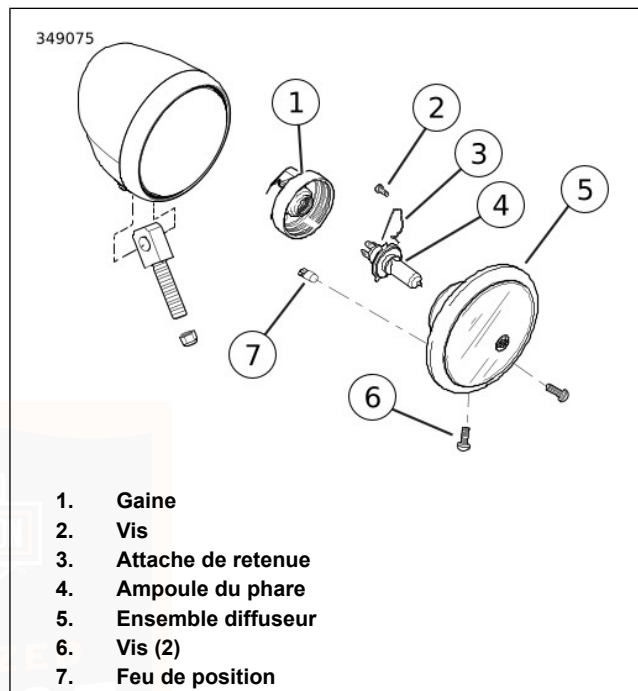
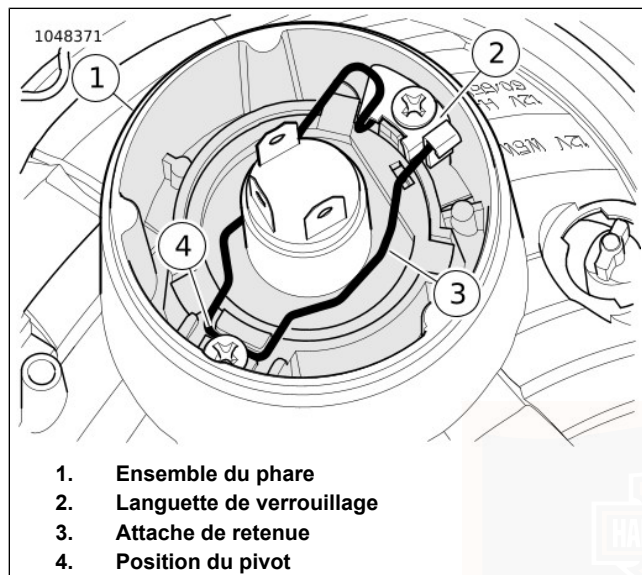
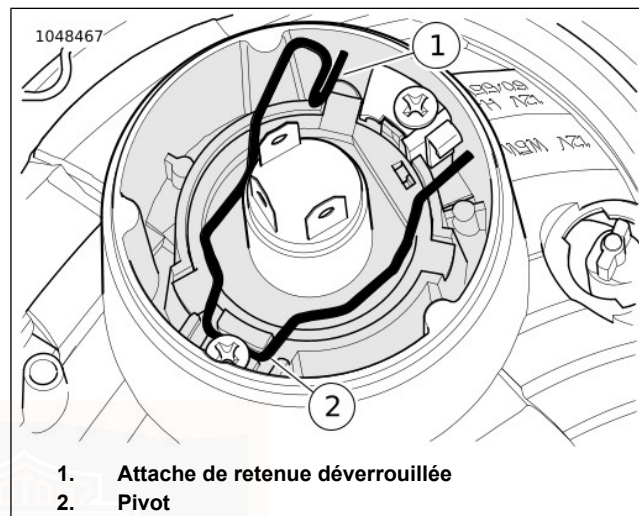

Figure 55. Ampoule du phare
Figure 56. Attache de retenue de phare, verrouillée
Figure 57. Attache de retenue déverrouillée
3. Voir Figure 55. Retirer l'ensemble de diffuseur (5).
- a. Déposer les vis (6).
4. Retirer la gaine (1).
5. Voir Figure 56. Déverrouiller l'attache de retenue (3).
- a. Appuyer sur l'attache de retenue des deux côtés de la languette de verrouillage (2).
- b. Voir Figure 57. Déplacer l'attache de retenue vers l'extérieur en position déverrouillée (1).
1. Voir Figure 55. Poser l'ampoule du phare (4).
- a. Aligner les languettes de l'ampoule du phare sur les languettes sur l'ensemble de diffuseur (5).
- a. Voir Figure 57. Faire pivoter l'attache de retenue de 45° vers le bas.
3. Voir Figure 55. Poser l'ensemble de diffuseur (5).
- a. Poser la gaine (1).
- c. Poser l'ensemble de diffuseur (5).
- d. Poser les vis (6). Serrer.